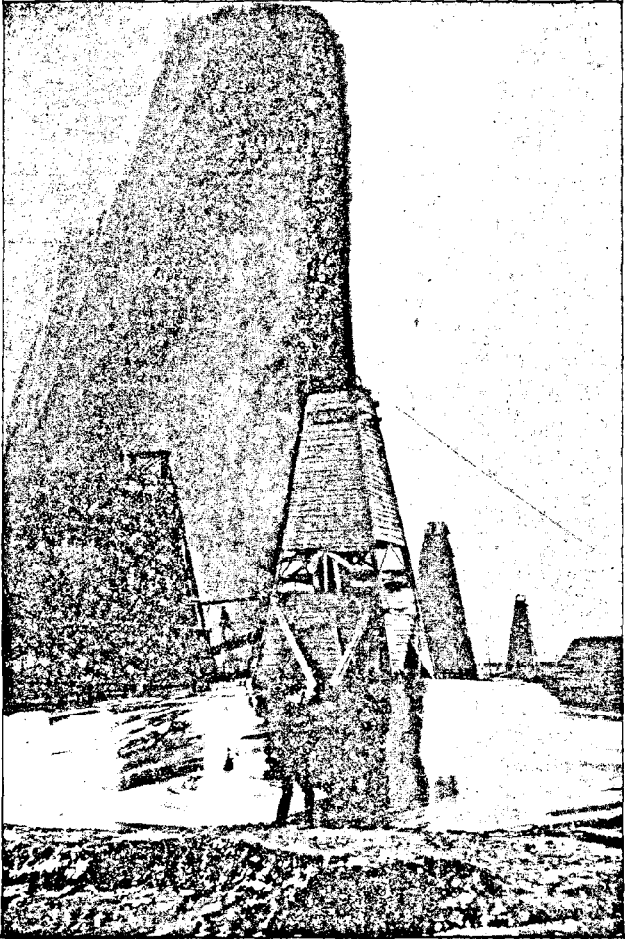

Fig. 108. Pétrole à Bakou.
**Extraction.** — Aux Etats-Unis (Pensylvanie), au Caucase (environs de Bakou), en Birmanie, dans les Carpathes, en Perse, en Afrique, en Italie, en Allemagne et à Gabian (Hérault) il existe des nappes souterraines de pétrole brut; la Bolivie en possède un ruisseau. Le pétrole naturel est un liquide sirupeux, à odeur désagréable, de couleur brune, qui se volatilise facilement. On l'amène au jour par des puits où il jaillit quelquefois (fig. 108). Les pétroliers ont à craindre le feu, la foudre et les inondations.